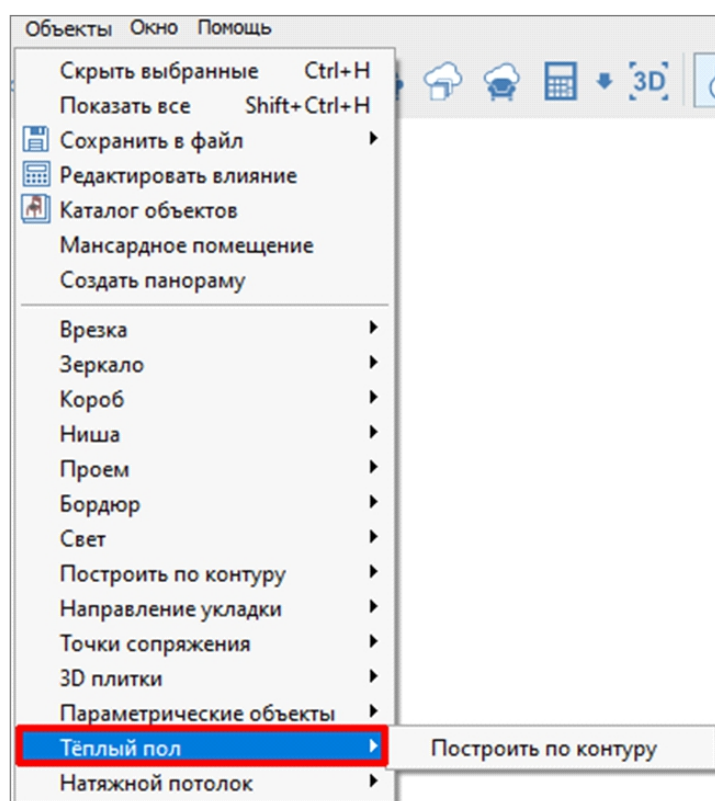

рис. 78
2. выбрать в меню «Объекты» → «Теплый пол» → «Построить по контуру» (рис. 78);